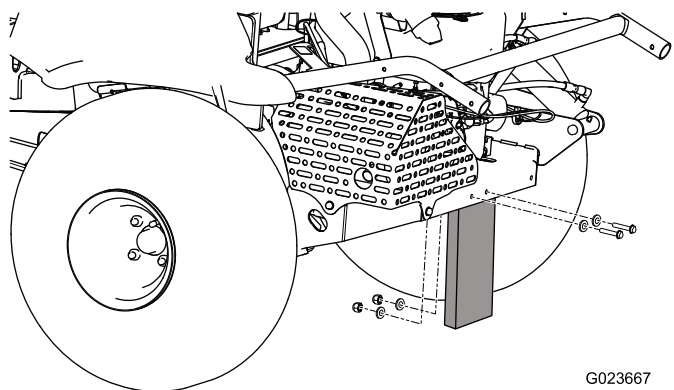

Рисунок 3
1. Удалите гайки, болты и шайбы, которые крепят транспортировочный кожух к задней части машины (Рисунок 3).